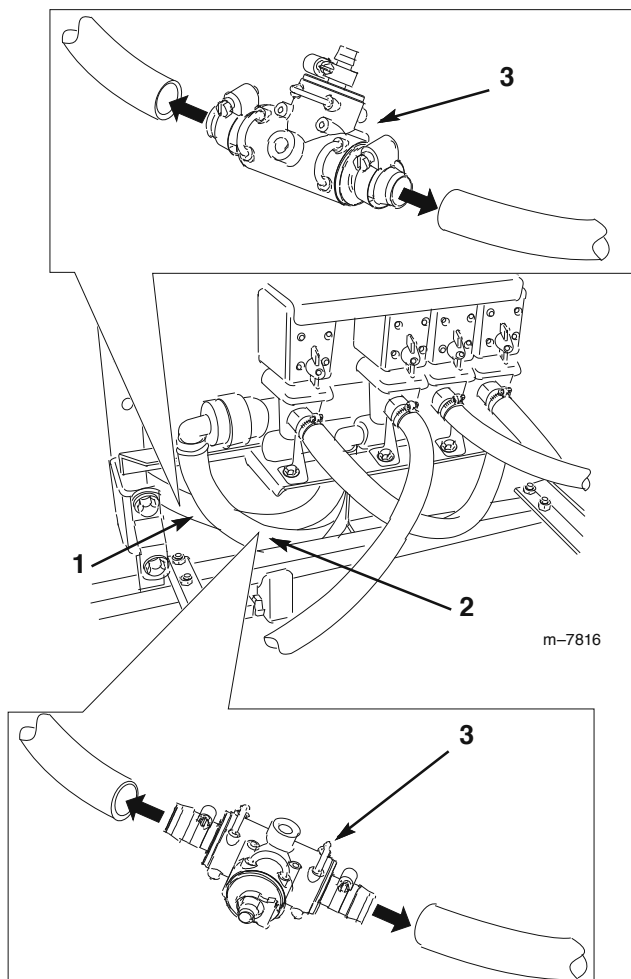

図11
9. ブーム・バルブとタンク間のバイパス・ホースを途中で切断する。(図11)。
10. 切断した個所にS53T字フィッティング・アセンブリを、鋸歯部分に塗った液体せっけんを利用しながら、差し込む。ホース・クランプ (大;プラスチック製) 2個を使用 (図11)。
11. 攪拌送液ホースを半分に切断する (図11)。
12. 切断した個所にS53T字フィッティング・アセンブリを、鋸歯部分に塗った液体せっけんを利用しながら、差し込む。ホース・クランプ (大;プラスチック製) 2個を使用 (図11)。